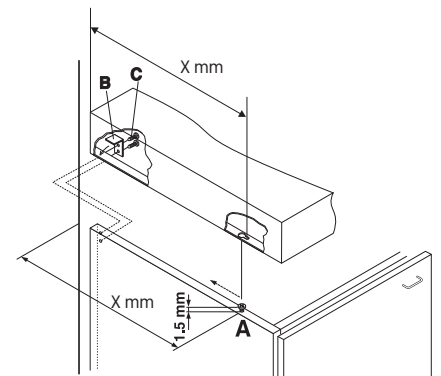

Abb.5
Zur Befestigung der Kochmulden verfahren Sie bitte wie folgt (Abb. 5):
- Schrauben Sie bitte die beiden Schrauben „A“ (mitgeliefert) in den in der Abbildung 5 angegebenen Abständen von der Rückwand so am Möbel fest, dass die Schraubenköpfe um 1,5 mm vom Holz abstehen;